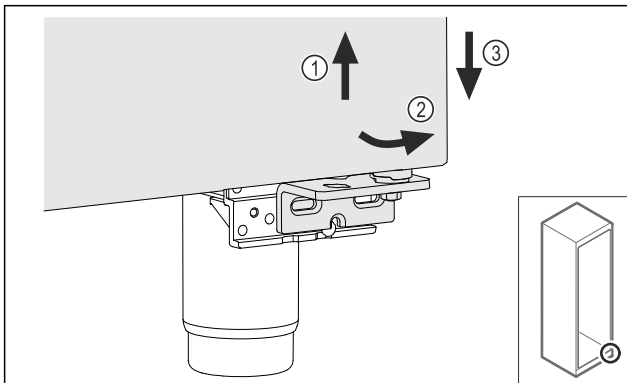

Fig. 16
- ▶ Kissé emelje meg az ajtót Fig. 16 (1), billentse előre az alját Fig. 16 (2), és eressze le Fig. 16 (3).